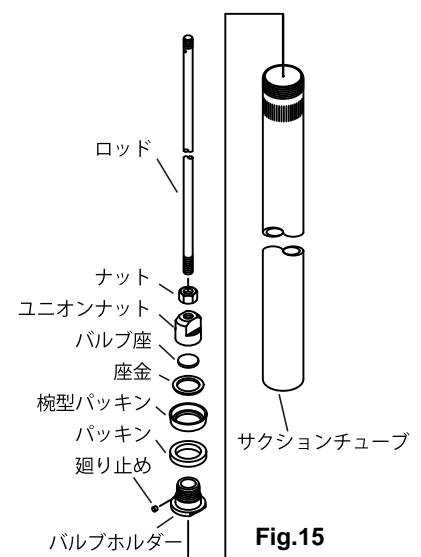

Fig.15
- 10) ロッドのネジ部以外のところをバイスに固定して、ユニオンナットの二方取部とナットにスパナをかけて分解し、パッキンを点検して損傷・摩耗があれば、新品と交換してください。(Fig.15)
・バルブホルダーには廻り止めナイロンピンが付いていますが、組立時に再利用はできません。必ず新品と交換してください。(Fig.15)